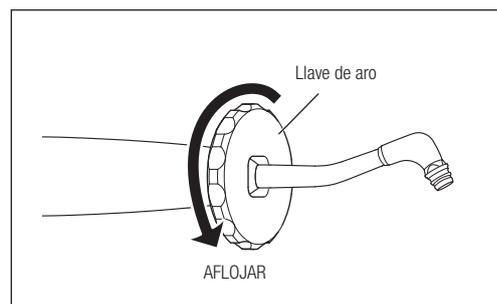

Fig. 40
- 1) Con la llave de aro suministrada en el extremo de la boquilla, afloje la boquilla y extráigala de la pieza de mano (Fig. 40).